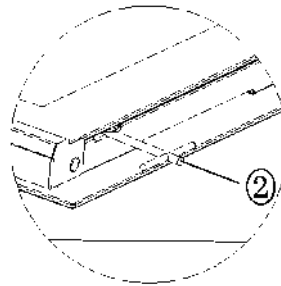

Figure 2
- ①: Verre intérieur
- ②: Outil pointu (à insérer dans la rainure de démontage)
- ③: Rainure de démontage
1. Pour insérer l'outil pointu ② dans la rainure de démontage, comme illustré à la figure 2.